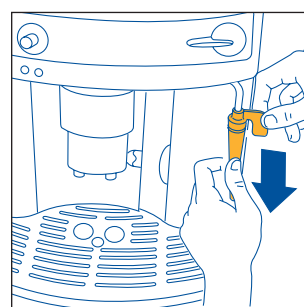

Abb. 26
- Die Dampfdüse aus dem Abgaberohr nach unten herausziehen (Abb. 26).